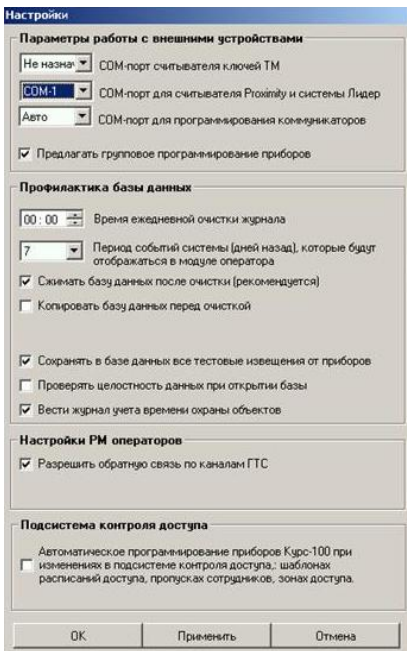

Рис.2
4. Откроется окно «Настройки» (рис.2)
5. В открывшемся окне «Настройки» выбрать из выпадающего списка порт подключения в пункте «COM-порт для считывателя Proximity и системы Лидер» (рис.2).